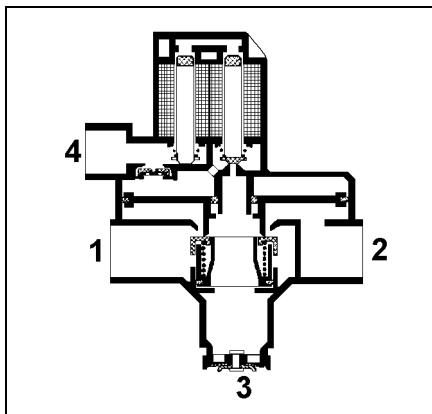

Abb. 12
Der an 4 anliegende Steuerdruck gelangt über die Magnete M1 und M2 in den oberen Kolbenraum und drückt den Kolben (K) nach unten. Es öffnet sich ein schmaler Spalt zwischen 1 und Raum B (siehe Abb. 12). Am Ausgang 2 baut sich Druck auf (angeschlossener Bremszylinder nicht gezeichnet). Da obere und untere Seite des Kolbens gleiche Flächen haben, stellt sich der Kolben - sobald der Druck an 2 gleich dem Druck an 4 ist - in die ursprüngliche Stellung. Der Ringkolben liegt wieder am Sitz an - der Durchgang von 1 nach Raum B ist gesperrt.
Druck-Aufbau: (Abb. 12)